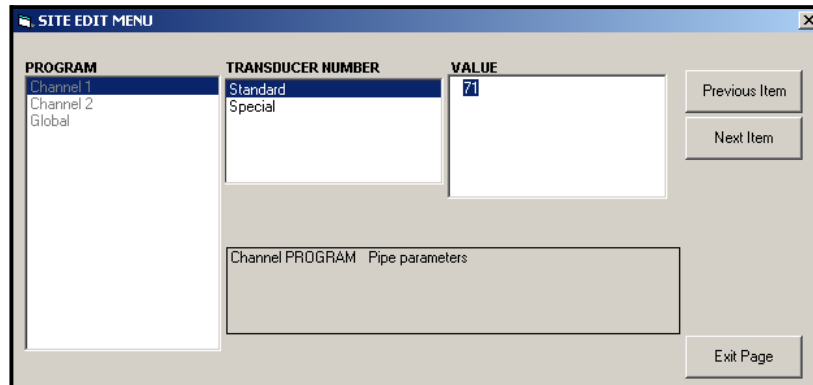

Figura 42: Opzione Parametri del tubo nel menù Modifica sito
- a. Evidenziare e fare doppio clic sull'opzione desiderata nel riquadro centrale. La Figura 42 a pagina 88 mostra la prima voce (Numero trasduttore) dell'opzione Parametri del tubo. Il titolo sopra il riquadro centrale elenca la voce corrente, mentre il riquadro centrale visualizza le selezioni disponibili per quella voce.